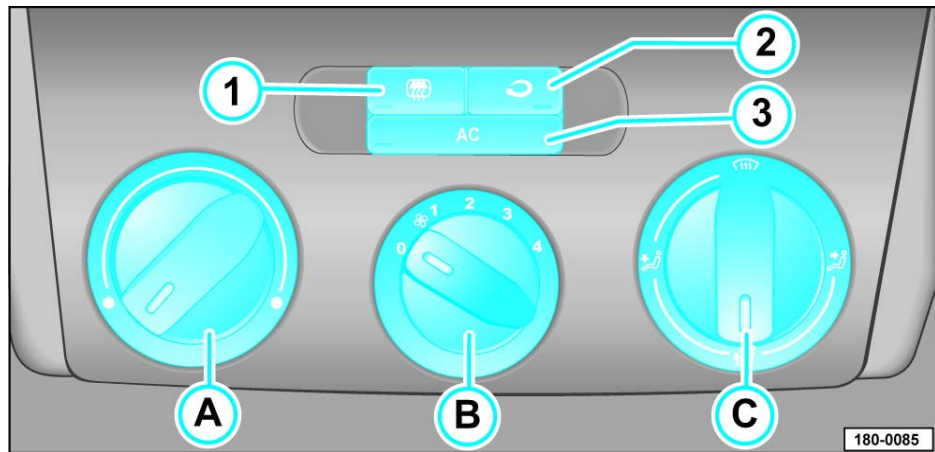

图86
一按下按钮⑨(参见 1-59 页图 86)，该按钮上的指示灯亮起。